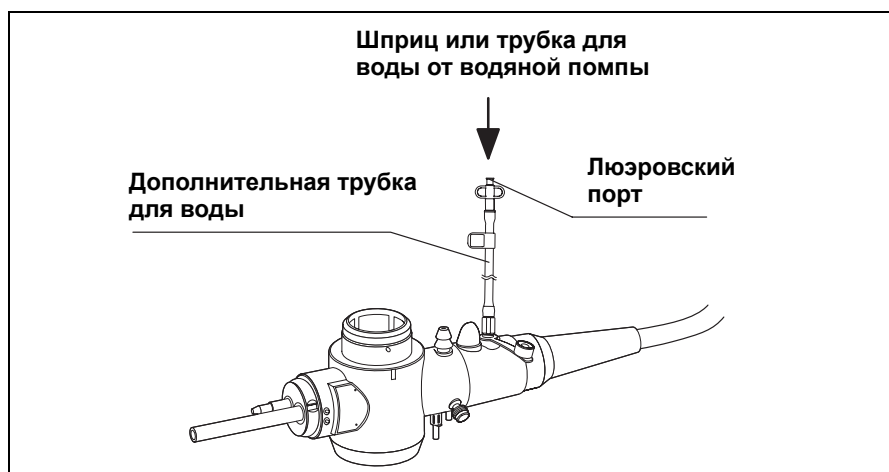

Рисунок 3.18.
1. Присоедините шприц, заполненный стерильной водой, или трубку для воды от водяной помпы к люэровскому порту дополнительной трубки для воды (п1. Рисунок 3.18.). Введите воду и убедитесь в том, что вода вытекает из дополнительного жидкостного канала на дистальном конце вводимой трубки.